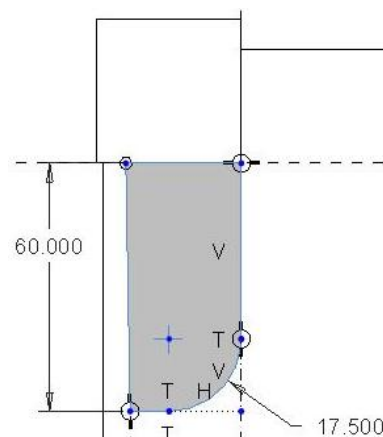

Abb. 15 Skizze Anguss Ölablassschraube und Schauglas
►  Profil ► Skizzierebene: ANGUSS_OELSCHAUGLAS ► Skizze siehe Abb. 15 ► Referenz: Bodeninnenfläche ►  bis Gehäusewand ► Material hinzufügen